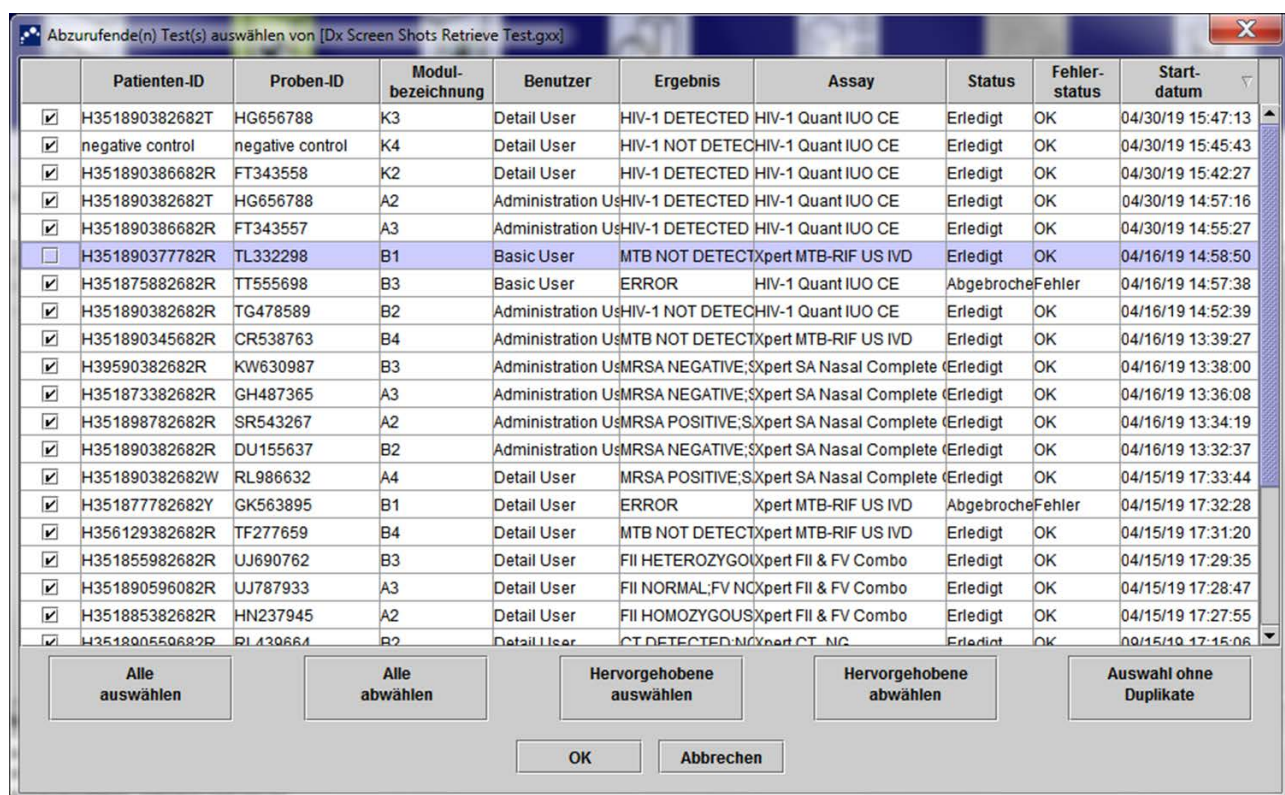

Abbildung 5-71. Dialogfeld „Abzurufende(n) Test(s) auswählen“
3. Das Dialogfeld „Abzurufende(n) Test(s) auswählen von“ wird angezeigt (vgl. Abbildung 5-71). Die in der aktuellen Datenbank bereits enthaltenen Tests werden in roter Schrift angezeigt.